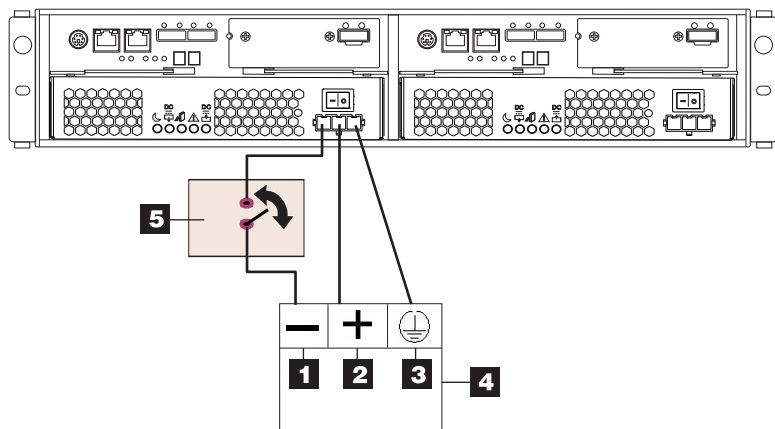

図 74. DS3500 から切断機および DC 給電部への DC 配線
5. 切断機から、確実に接地された安全超低電圧 (SELV) DC 給電部の -48V マークのある端子まで、配線を完了します。DC 電源ケーブルの POS RTN 線 (青色) と接地線 (緑色/黄色) を、93 ページの図 74に示すように DC 給電部の POS RTN マークおよび GND マークの端子に接続します。